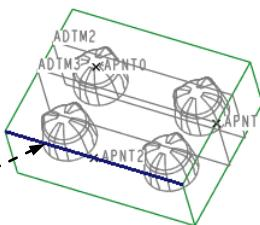

图 28.7 创建基准点 APNT2
Step1. 创建图 28.7 所示的基准点 APNT2。单击 **模具** 功能选项卡 **基准** ▾ 区域中的  按钮；选取图 28.7 所示的坯料边线；在“基准点”对话框中，先选择基准点的定位方式 **比率**，然后在左边的文本框中输入基准点的定位数值（比率系数）0.5；在“基准点”对话框中单击 **确定** 按钮，完成基准点 APNT2 的创建。